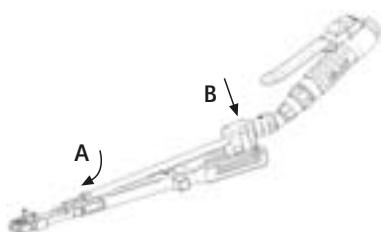

Fig. 5 Colocación de la pieza de mano en la guía de fresado
- A: Introducir la fresa de la pieza de mano 6 en el orificio delantero de la guía de fresado 3, ver Fig. 5.
- B: Introducir las espinas laterales del bloque de conexión 4 en las ranuras de la guía de fresado 3, ver Fig. 5.